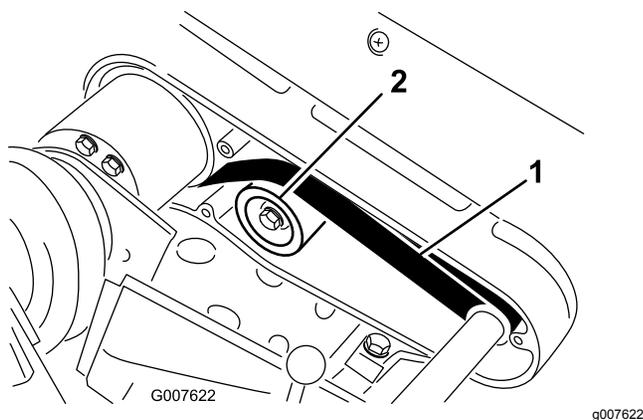

Рисунок 45
2. Проверьте натяжение, приложив к ремню посередине между шкивами (Рисунок 45) усилие 22–26 Н.
A. Ослабьте крепежную гайку натяжного ролика и поворачивайте натяжной ролик по часовой стрелке, прижимая к обратной стороне ремня, пока не будет достигнуто требуемое натяжение ремня (Рисунок 45).